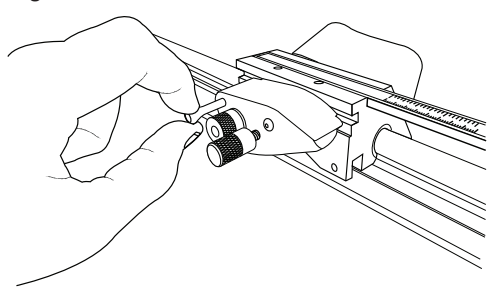

Fig. 4
4. Déterminez la profondeur de lame désirée en vous référant au tableau des réglages de profondeur. (Fig. 4)